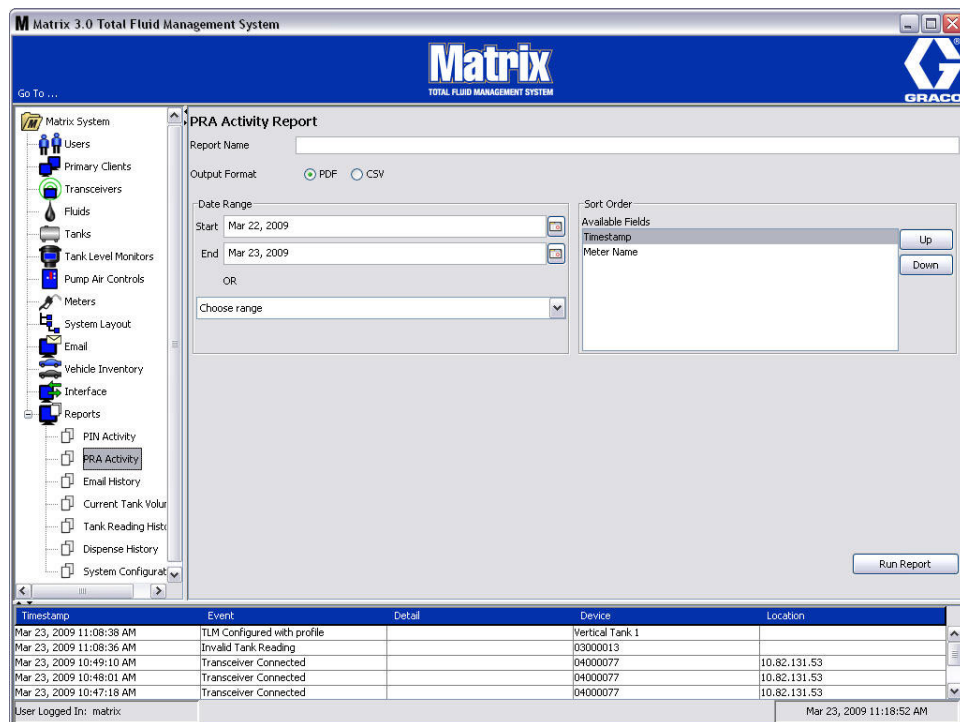

FIG. 169
- Écran d'activité de PRA (FIG. 169)